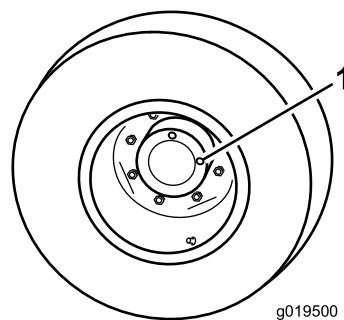

Figura 81
1. Com a máquina numa superfície plana, posicione a roda de forma a que 1 tampão de verificação fique na posição das 12 horas e o outro na das 3 horas (**Figura 81**).
2. Retire o tampão da posição das 3 horas (**Figura 81**).